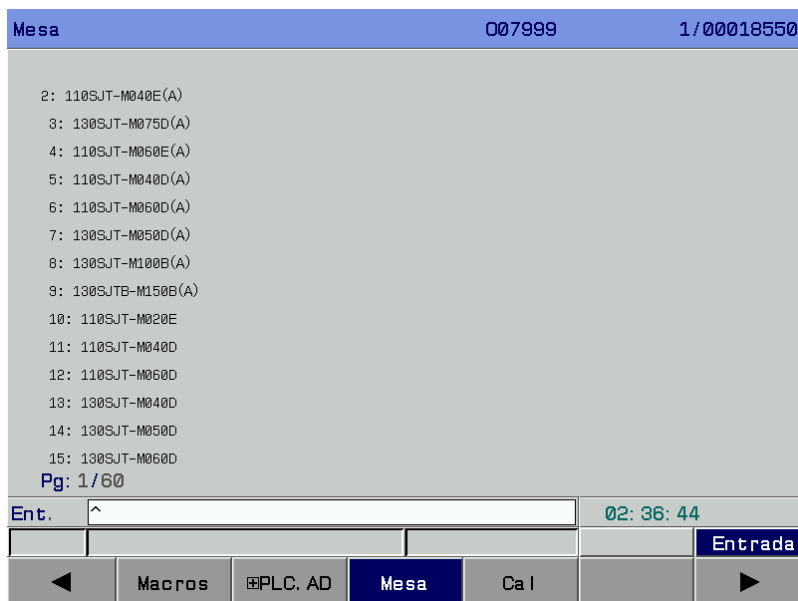

Figura 3-9-15
- En la interfaz <Ayuda>, pulse la tecla programable [Lista de motores] para entrar en la interfaz de información de ayuda (Lista de señales del motor). En esta pantalla, puede consultar nuestras categorías de tipos de motor. Para los detalles, consulte la figura 3-9-15